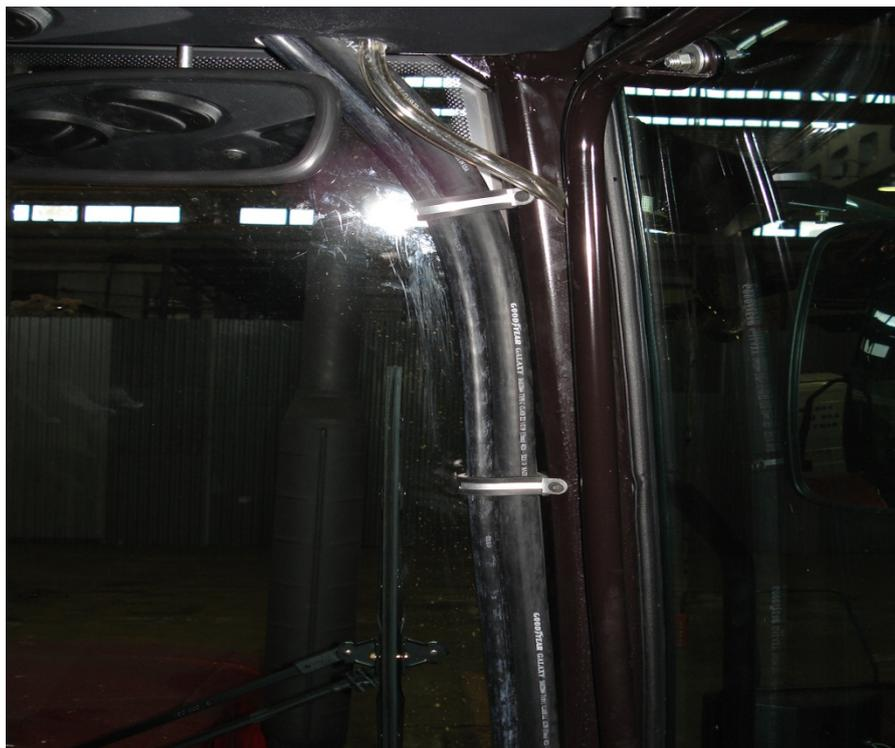

Рис. 14
- 5.8. Произвести увязку фреопроводов и электрического жгута хомутами, как показано на фото. (Рис. 14)